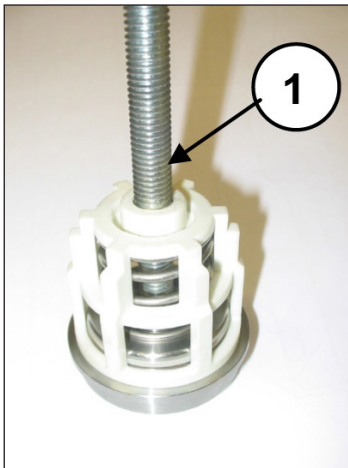

Fig. 37
- Démontez les groupes de la soupape d'aspiration et de refoulement en vissant une vis M10 suffisamment longue, de sorte à pouvoir agir sur le plateau des soupapes et à extraire le guide de la soupape de son siège (Fig. 37, rep. ①).